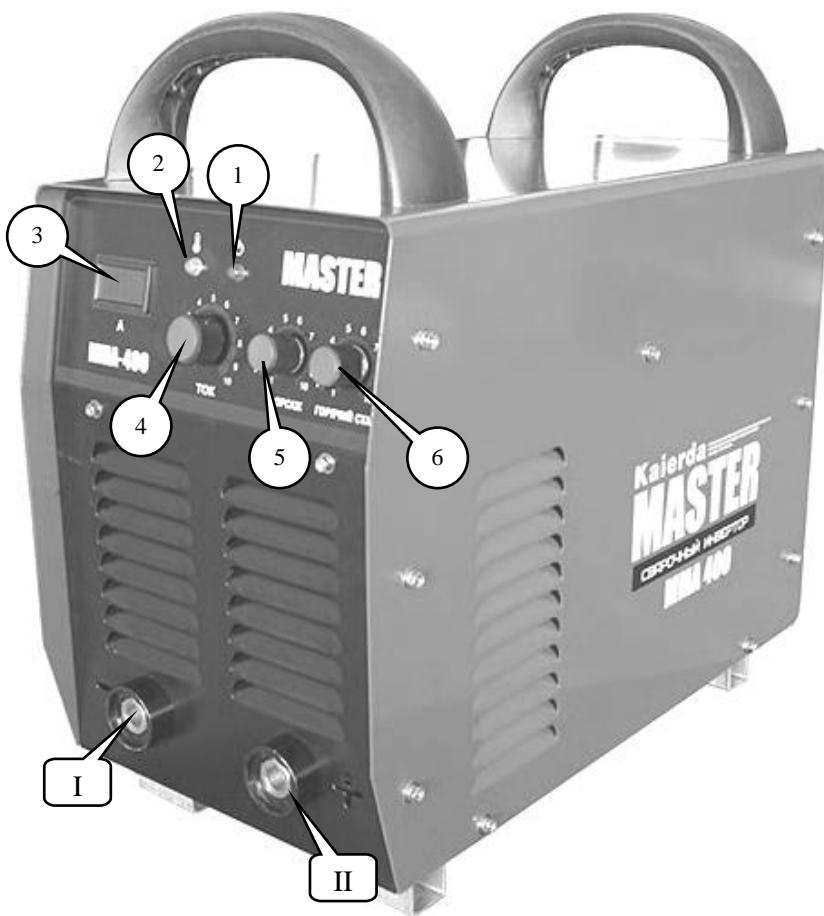

Рис. 1. Расположение органов управления и индикации.
- Подключить силовой разъем держателя электродов к разъему I (Рис. 1) сварочного аппарата.
- Подключить силовой разъем держателя электродов к разъему II (Рис. 1) сварочного аппарата.
Форсаж дуги в – быстрое кратковременное увеличение сварочного тока в момент отрыва капли металла от электрода, что ускоряет отрыв капли и позволяет избежать перемыкания дугового промежутка и обрыва дуги. Степень повышения тока регулируется рукояткой 5 (Рис. 1) в диапазоне от 0 до 10% от установленного тока сварки.
В момент зажигания дуги сварочный ток кратковременно увеличивается при касании электродом металла. Функция ускоряет первоначальный нагрев кончика электрода и испарение обмазки при начале сварки, что позволяет быстро создать газовую атмосферу в зоне сварки и обеспечивает уверенное зажигание дуги. Степень повышения тока регулируется рукояткой 6 (Рис. 1) в диапазоне от 0 до 10% от установленного тока сварки.